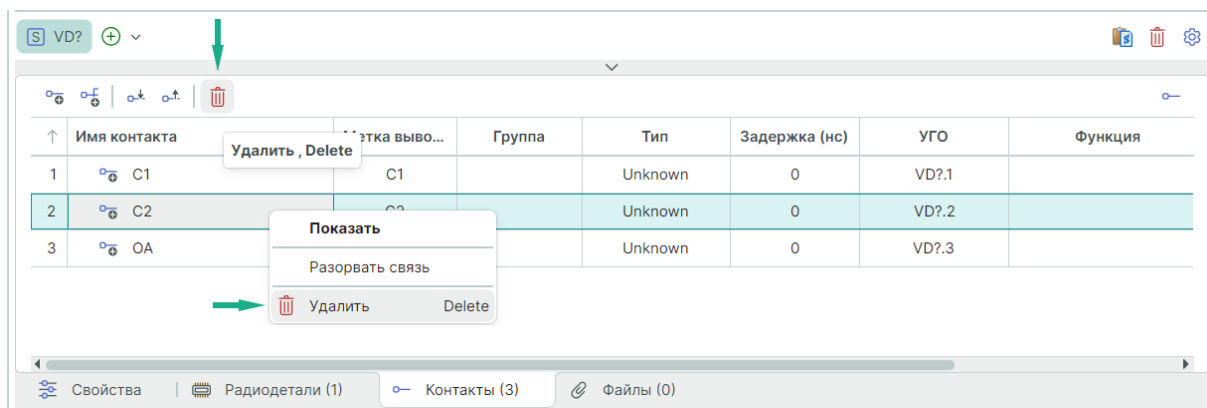

Рис. 259 Удаление контакта
2. Нажмите иконку  «Удалить» или воспользуйтесь контекстным меню в таблице контактов, см. Рис. 259.